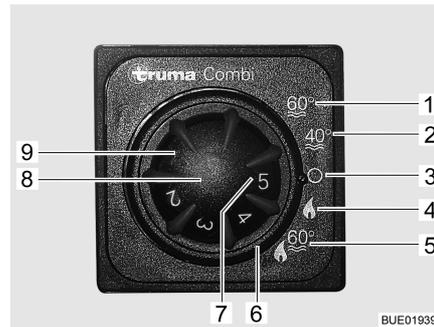

Bild 58 Bedieneinheit für Heizung/
Betriebsart wählen: ■ Betriebsart mit dem Drehschalter (Bild 58,6) einstellen.
Winterbetrieb Die Heizung wählt nach gewünschter Raumtemperatur selbstständig die benötigte Brennerstufe. Wenn die gewünschte Raumtemperatur erreicht ist, schaltet der Brenner ab. Bei Betriebsart "Heizung und Warmwasser-Bereitung" (Bild 58,5) wird auch das Wasser im Boiler erhitzt. Die Heizung kann in der Betriebsart "nur Heizung" (Bild 58,4) mit leerem Boiler betrieben werden.
■ Temperaturdrehknopf (Bild 58,8) an der Bedieneinheit auf gewünschte Heizstufe stellen.
■ Drehschalter (Bild 58,6) auf Winterbetrieb "nur Heizung" (Bild 58,4) oder auf Winterbetrieb "Heizung und Warmwasser-Bereitung" (Bild 58,5) stellen.
Grüne Kontroll-Leuchte (Bild 58,7) leuchtet.
Ausschalten: ■ Drehschalter (Bild 58,6) auf "O" (Bild 58,3) stellen.